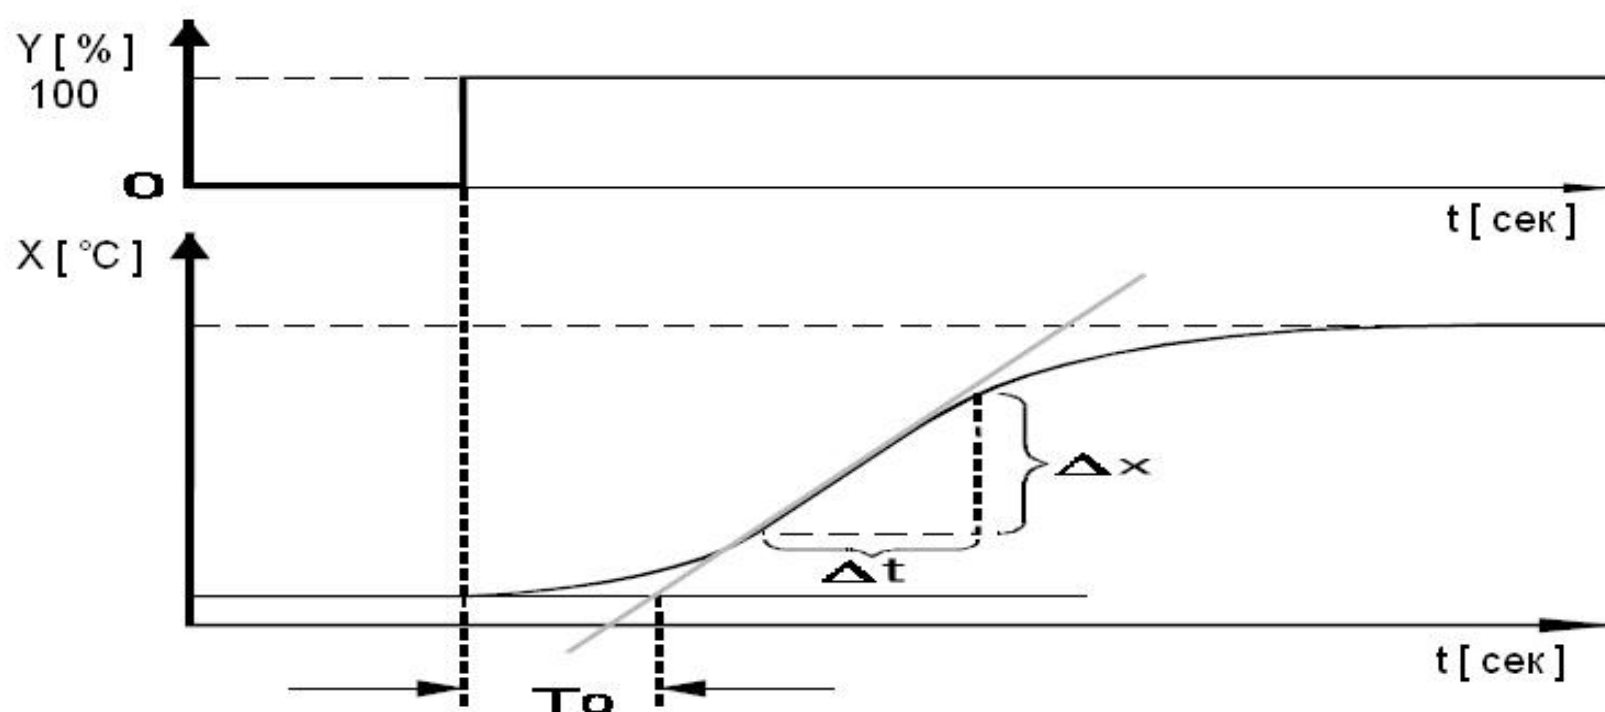

Рис.11. Характеристика инерциального объекта после включения сигнала управления  $Y$
- $i\check{d}E\check{n}$  означает, что расчет параметров PID-регулятора будет производиться на основе модели инерциального объекта (рис.11),